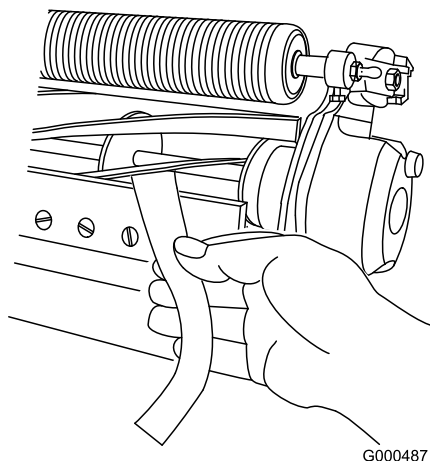

Figure 11
11. Contrôlez la performance de coupe en insérant une longue bande de papier de performance de coupe (réf. Toro 125-5610) entre le cylindre et la contre-lame, perpendiculairement à la contre-lame (Figure 11). Faites tourner lentement le cylindre en avant ; il devrait couper le papier.